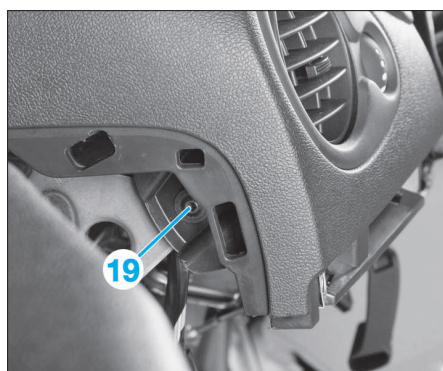

FIG. 57
- Déposer les vis (19) de chaque côté du véhicule (Fig.57).